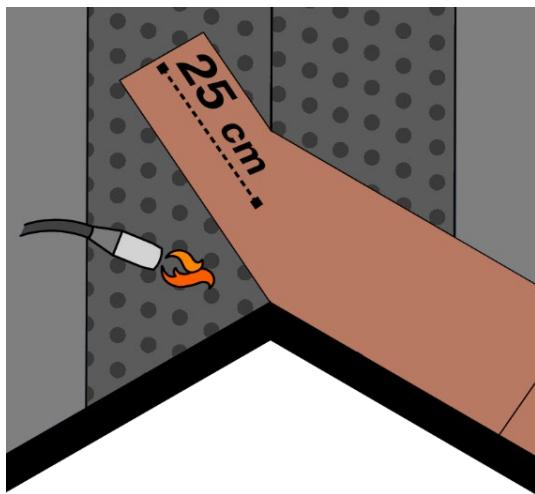

Fig. 20 – Installazione a fiamma delle tegole sul compluvio
- Per quanto riguarda i compluvi, predisporre preventivamente sul compluvio una fascia di membrana bituminosa larga circa 100cm, per assicurare l'impermeabilizzazione dello stesso. A partire da una falda, posare le tegole canadesi per file, iniziando con la fila di partenza, in modo tale che le tegole oltrepassino di almeno 25 cm l'asse di compluvio. È buona norma tagliare le tegole, una volta posate, seguendo la parallela a 25 cm alla linea di compluvio - Fig. 20.